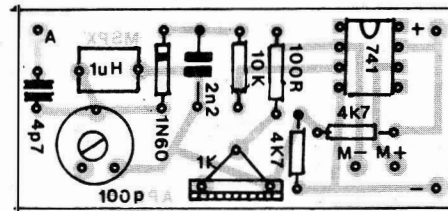

Fig.5
- FIG. 5 - "CHAPEADO" DA MONTAGEM - A plaquinha de Circuito Impresso, agora vista pela sua face não cobreada, traz todas as principais peças já posicionadas, identificadas pelos seus códigos, valores, polaridades, etc. ATENÇÃO à colocação dos componentes polarizados, quais sejam: o Integrado (extremidade marcada voltada para a borda da placa...) e o diodo (também com sua extremidade marcada virada para a borda mais próxima da plaquinha...). Cuidado para não trocar resistores de posição, em função dos seus valores... Quem ainda (ainda...!?) não tiver decorado o **código de cores** para correta leitura/interpretação dos valores, deve consultar o TABELÃO APE, junto às INSTRUÇÕES GERAIS, sempre encartado no início de toda APE... Observar, ainda, o posicionamento do **trimpot**, do **trimmer** cilíndrico, e do micro-choque de 1 uH (neste, a bobininha fica "escondida" normalmente dentro de um "corpinho" em forma de prisma quadrangular ou retangular plástico, dotado de dois terminais com espaçamento padronizado...). Efetuadas todas as soldagens, confere-se bem os valores, polaridades e posições, para só então cortar-se as "sobras" das "pernas", pelo lado cobreado... Aproveitar, nessa conferência, para verificar a integridade e qualidade dos pontos de solda, pelo lado cobreado, retificando eventuais "corrimentos"